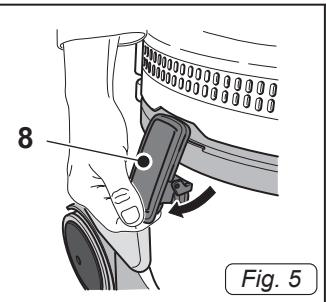
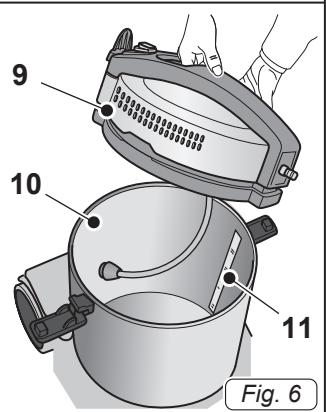

Fig. 5
Fig. 6
- Отцепите рычажки (8 рис. 5) и снимите головку (9 рис. 6).
- Заполните бачок (10 рис. 6) дезинфицирующим раствором до уровня, указанного в главе Технические характеристики.
- Установите на место головку (9 рис. 6) и зафиксируйте ее с помощью рычагов (8 рис. 5).
- Чтобы не повредить контур и электрический насос, не используйте прибор с количеством раствора ниже минимального уровня, указанного щупом (11 Рис. 6).